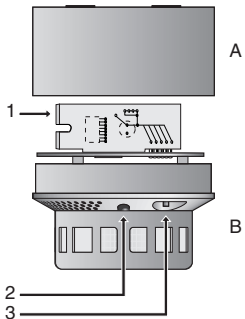

Fig. 1
- Enlever le détecteur de gaz (fig. 1, B) de son socle (A) en le tournant vers la gauche